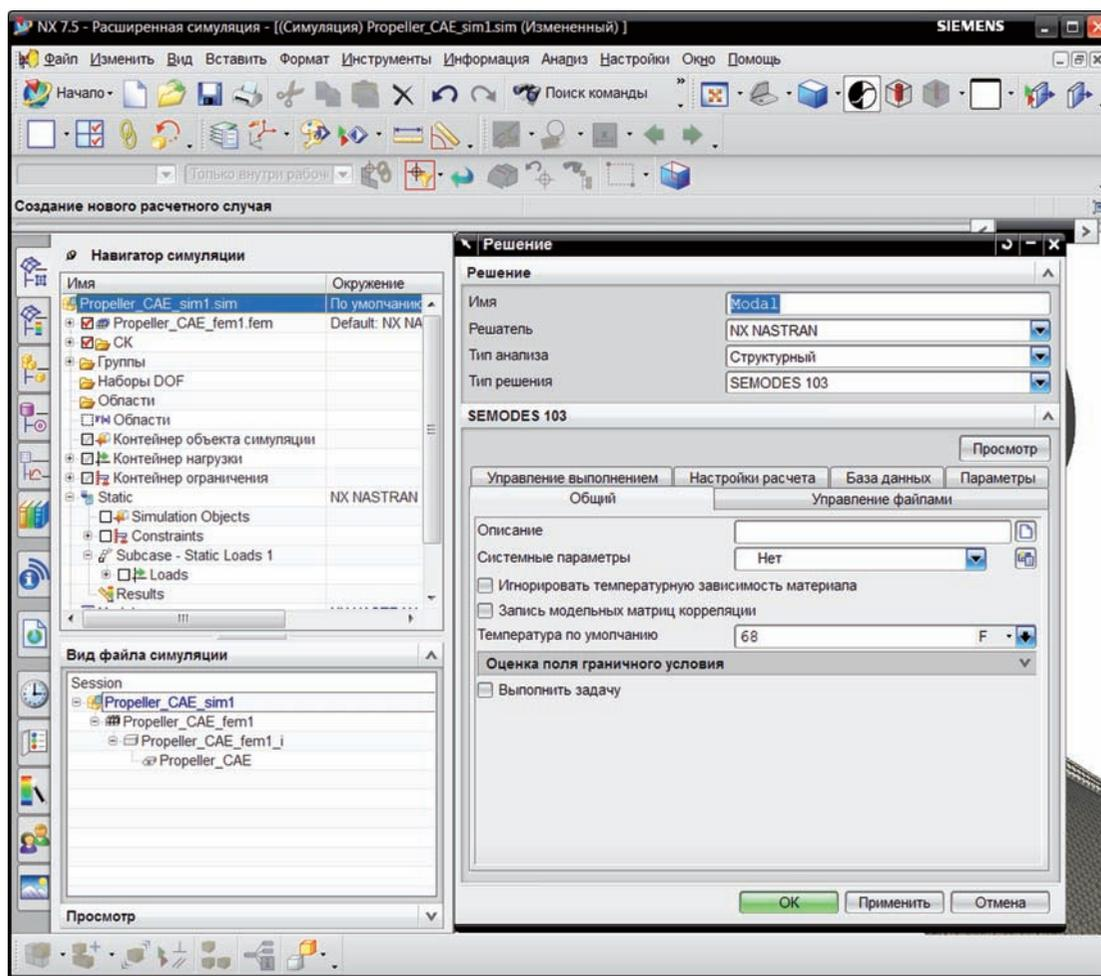

Рисунок 8.36
7.1. Чтобы выполнить модальный анализ для вычисления собственных частот и форм свободных колебаний созданной расчетной модели, необходимо создать новое решение. Для этого в окне **Навигатор симуляции (Simulation Navigator)** нажмите правой клавишей мыши на *Propeller_CAE_sim1.sim* (первая строчка в дереве модели) и выберите **Новое решение (New Solution)**. В появившемся диалоговом окне (рис. 8.36) в качестве **Типа решения (Solution Type)** из выпадающего списка укажите **SEMODES 103**. Измените имя решения на **Modal**. Нажмите **OK**.